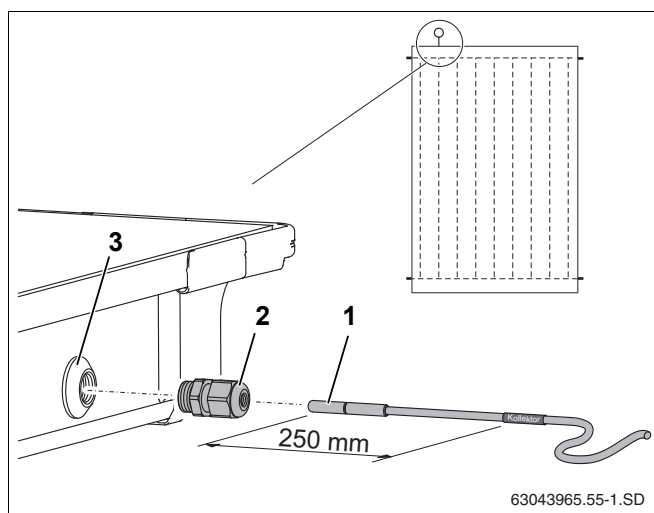

Рис. 54 Установка датчика в коллектор
Для исправной работы солнечной установки необходимо, чтобы коллекторный датчик (рис. 54, поз. 1) был вставлен в установочную трубку до упора (примерно на 250 мм).
- ▶ Проткнуть датчиком или отверткой уплотнительный слой в гильзе (рис. 54, поз. 3).
- ▶ Закрутить зажимную втулку (рис. 54, поз. 2) в гильзу.
- ▶ Затянуть зажимную втулку (рис. 54, поз. 2), удерживая от сворачивания.
Если Вы проткнули гильзу (рис. 54, поз. 3) не в том коллекторе, в котором нужно, то плотно закройте ее закрыть заглушкой из комплекта для подключения. Но прежде нужно, используя резьбовую втулку (рис. 54, поз. 2), удалить находящуюся в гильзе гайку.